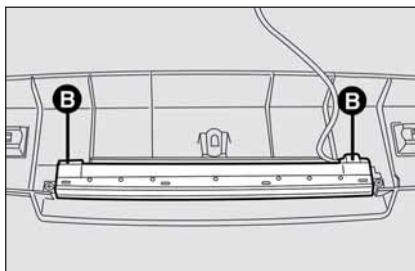

fig. 34
- comprimer les languettes de retenue **B-fig. 34** et défilier le porte-lampes;
- remettre le porte-lampes dans le groupe en s'assurant de l'accrochement des languettes de retenue **B-fig. 34**.